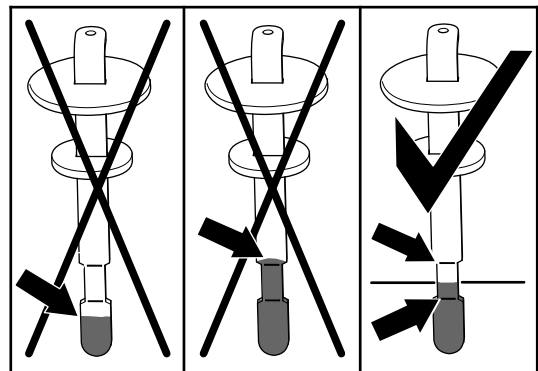

Figura 112
6. Rimuovete l'asta di livello e verificate il livello del fluido (Figura 112).